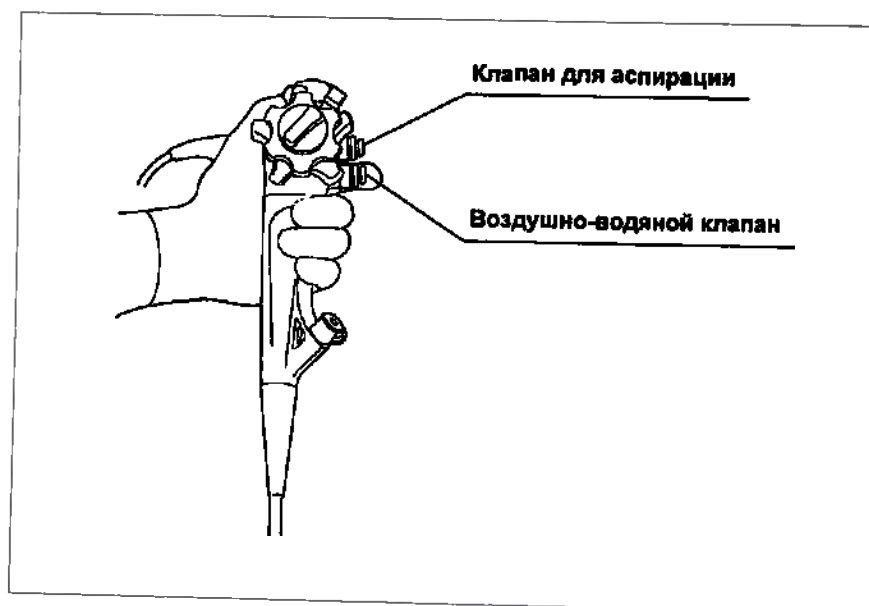

Рисунок 4.4.
1. Закройте отверстие воздушно-водяного клапана, чтобы из воздушно-водоструйного сопла на дистальном конце выходил воздух (см. Рисунок 4.4.).
2. Нажмите воздушно-водяной клапан, чтобы на линзу объектива подавалась вода (см. Рисунок 4.4.).
Нажмите на клапан для аспирации, чтобы удалить жидкость или фрагменты ткани, мешающие просмотру эндоскопического изображения (см. Рисунок 4.4.).